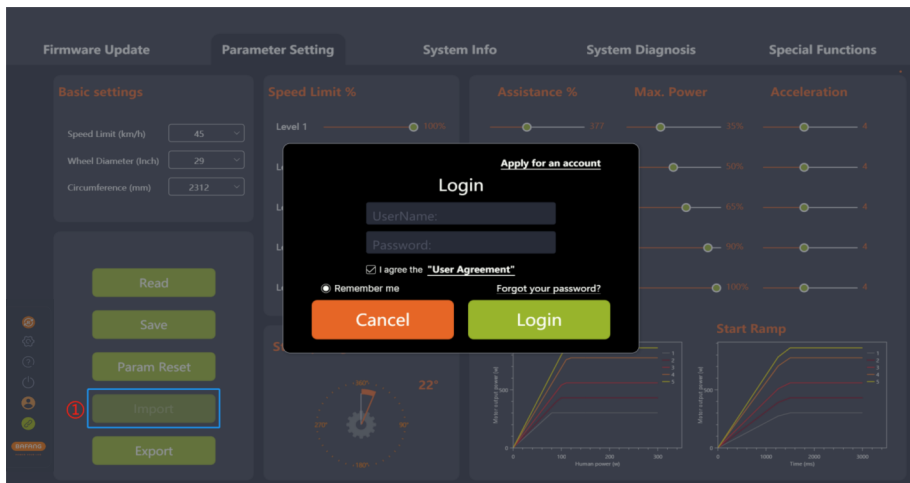

图 5-17 导入
1. 如果想将之前生成的配置文件（xml格式）设置到控制器中，点击“导入”。如未登录会弹出登录界面，提示用户登录（如图 5-17）；